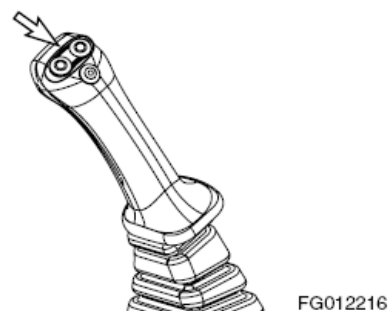

Figura 86 PALANCA DE MANDO DERECHA (JOYSTICK)
2. Ponga la herramienta perforante según sea necesario y presione y mantenga el botón de control (Figura 86) en el lado izquierdo de la parte superior de la palanca de trabajo derecha (joystick).